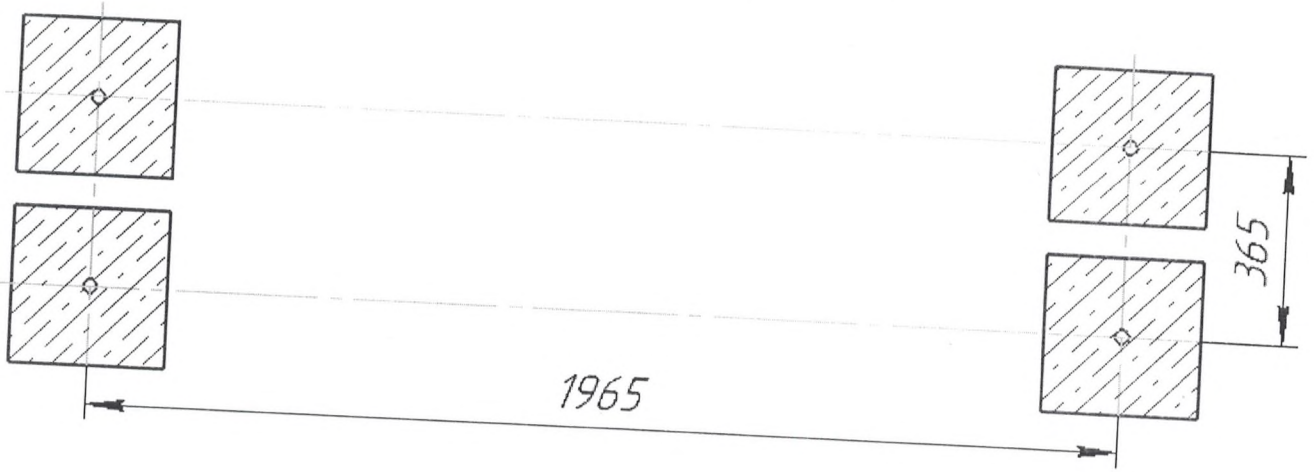

Рис.4 Схема расположения опор
- разметить площадку, согласно схеме расположения опор (рис.4) и подготовить ямы, размером не менее 400 мм;